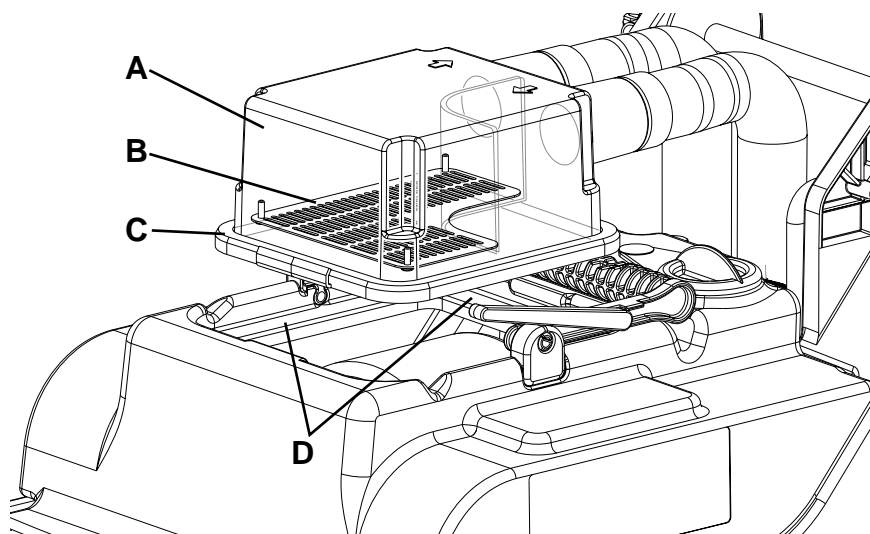

Figure 4
2. Vérifier que le câble d'alimentation (10) est débranché du réseau électrique.
4. Soulever le couvercle transparent (A, Fig. 4) et le nettoyer soigneusement.